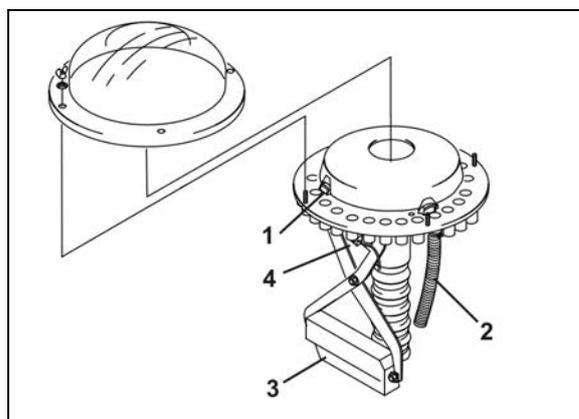

Fig. 67
- sperrt die Fahrgassenschaltung am Verteilerkopf über Schieber (Fig. 67/1) die Saatgut-Zuteilung zu den Saatgutleitungen (Fig. 67/2) der Fahrgassenschare
Die Saatgutzufuhr zu den Fahrgassenscharen wird unterbrochen, sobald der Elektromotor (Fig. 67/3) die entsprechenden Saatleitungsrohre (Fig. 67/2) im Verteilerkopf verschließt.
Ein Sensor (Fig. 67/4) prüft, ob die Schieber (Fig. 67/1), die die Saatleitungsrohre (Fig. 67/2) öffnen und schließen, ordnungsgemäß arbeiten.